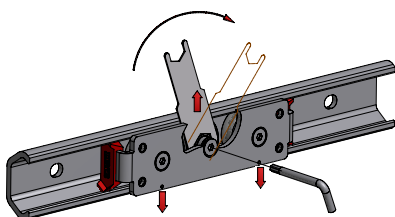

Bild Nr. 1
- 1) Der Laufwagen ist entsprechend Bild Nr. 1 mit dem mitgelieferten Blechschlüssel einzustellen. Dazu ist die Befestigungsschraube am Rücken der Läuferleiste leicht zu lösen und der Laufwagen ohne Abstreifer in die Profilschiene einzusetzen.